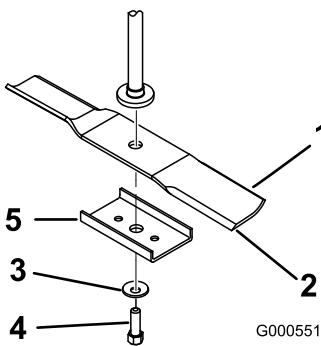

Figure 46
Tenez la lame à son extrémité avec un chiffon ou un gant épais. Enlevez de l'axe, le boulon, la rondelle bombée, le renfort et la lame (Figure 46).
2. Montez le renfort, la rondelle bombée (face concave vers la lame) et le boulon de lame (Figure 46).
1. Placez la lame sur l'axe (Figure 46).